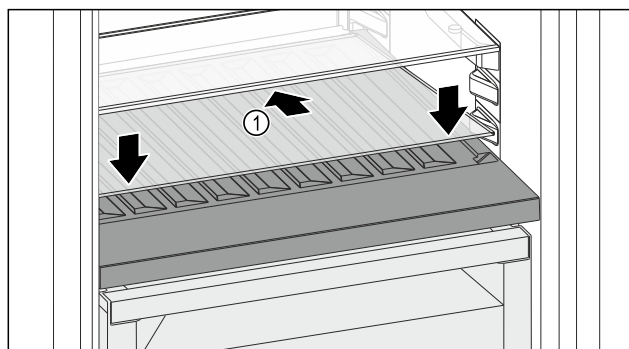

Fig. 147
- Įstatykite stiklinę lentyną Fig. 147 (1) įstrižai, pavertę į galą žemyn.
- Nuleiskite stiklinę lentyną Fig. 147 (1) priekyje.